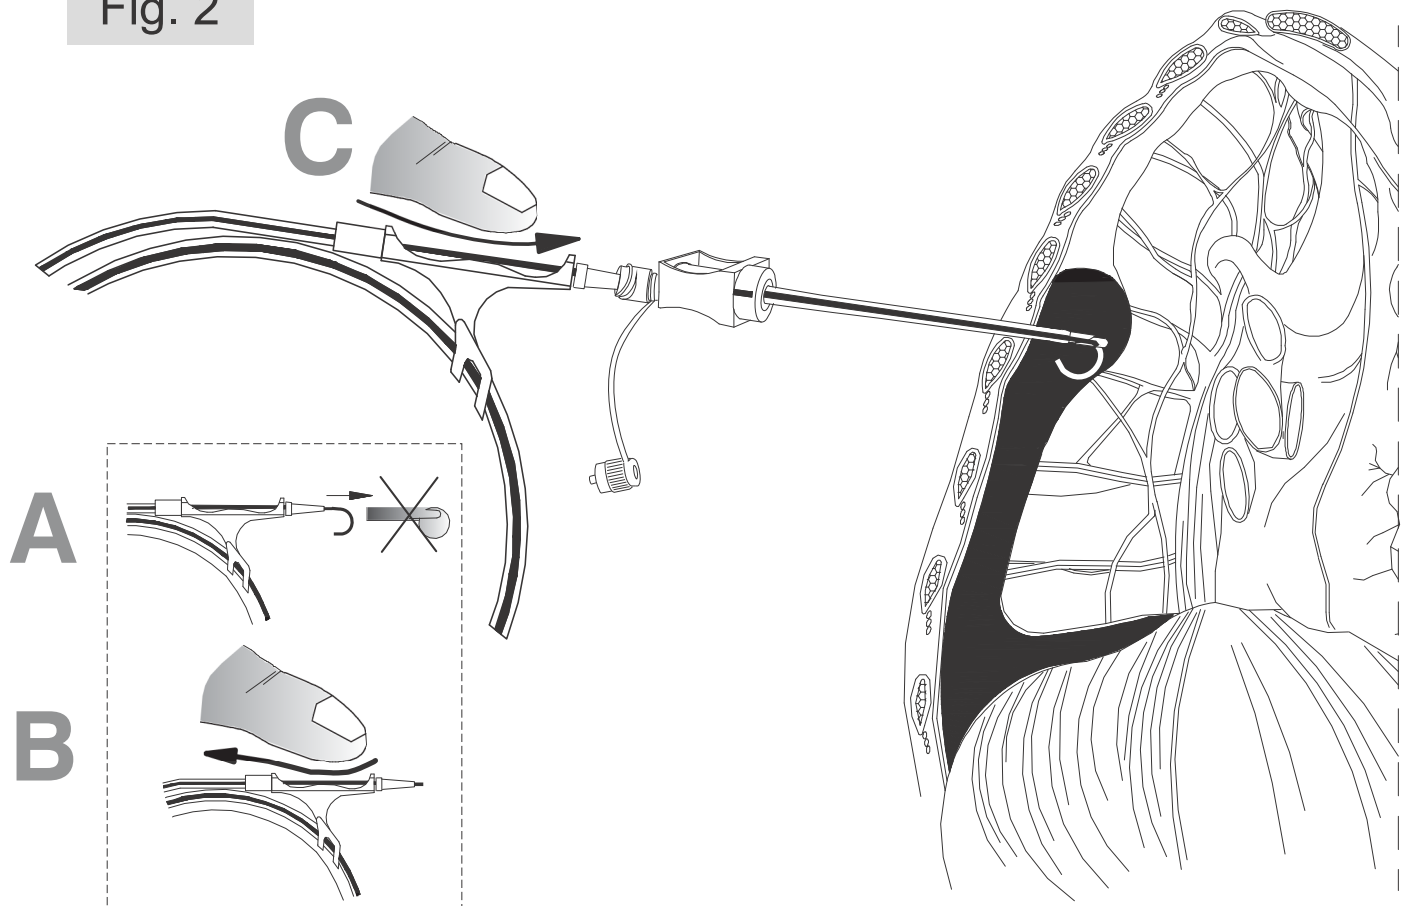

Fig. 3
5. После того, как проволочный проводник будет полностью вытянут, выбросьте дозатор и продолжайте извлекать иглу, позволяя ей скользить по проволочному проводнику, стараясь не тянуть проволочный проводник (рис. 3).